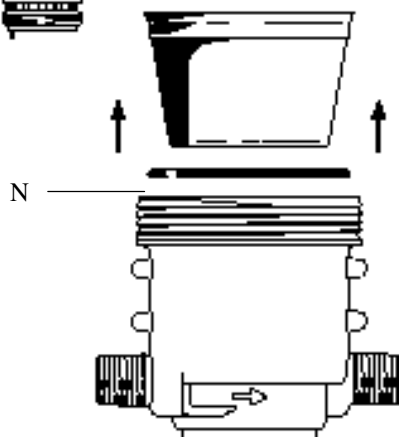

Abb. 8
- Die Dichtung abmachen (**Abb. 8-N**).
- Vor dem Wiedereinbau sicherstellen, daß die Auflageflächen des Filters und der Dichtung (**Abb. 8-N**) am Dosierkörper und an der Glocke sauber sind.
- Vor dem Zusammenbau die Dichtung (**Abb. 8-N**) und die Dichtung des Dosierkörpers (Seite 9) reinigen und mit Silikonfett einfetten.